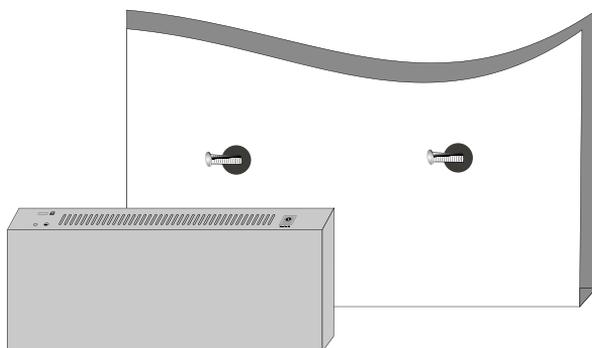

图 2-3 挂壁安装示意图
**步骤 1：**在墙上打 2 个直径 5 毫米左右的孔，间距为 110 毫米，两孔连线保持水平，如图 2-3 所示；